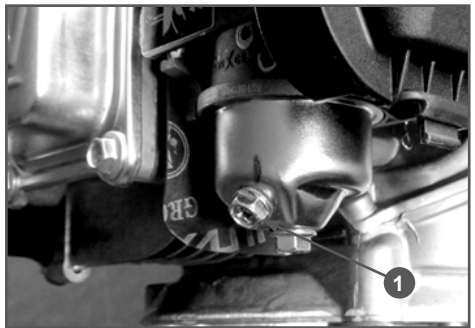

Рис. 11 Слив топлива из карбюратора
2. Открутите болт 1 сливного отверстия и слейте топливо из поплавковой камеры карбюратора (Рис. 11).
1. Слейте топливо из топливного бака и карбюратора (Рис.11).